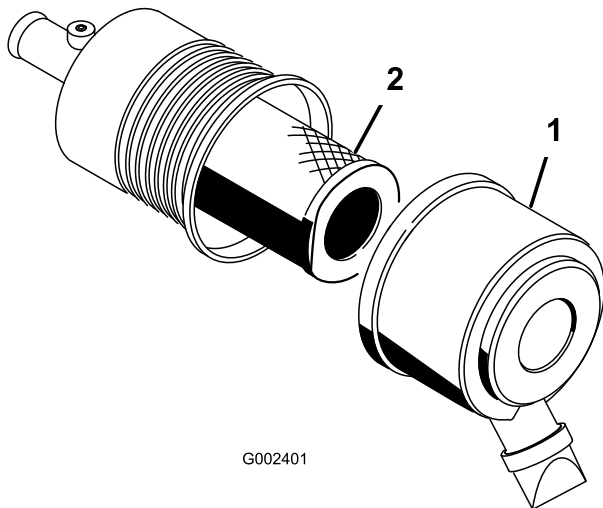

Figura 42
1. Rilasciate i dispositivi di fermo del filtro dell'aria e togliete il coperchio dal corpo del filtro (Figura 42).
3. Estraiete con cautela il filtro primario dal corpo del filtro dell'aria (Figura 42).
6. Se sostituite il filtro di sicurezza, fate scorrere delicatamente il nuovo filtro nel corpo del filtro (Figura 42).
7. Montate con cautela il filtro primario sul filtro di sicurezza (Figura 42).
8. Montate il coperchio del filtro dell'aria con il lato rivolto in alto, quindi fissate i dispositivi di fermo (Figura 42).